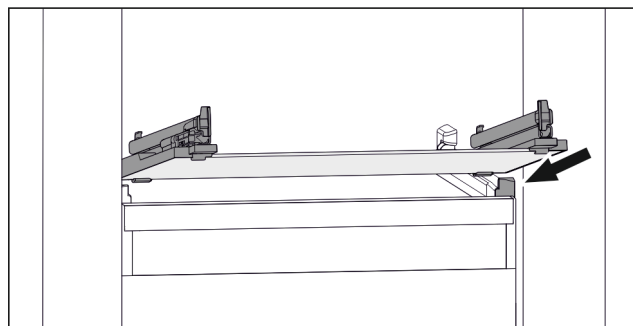

Fig. 94 Příklad znázornění skleněné desky
- ▶ Nasadte skleněnou desku šikmo za zarážky. (viz Fig. 94)